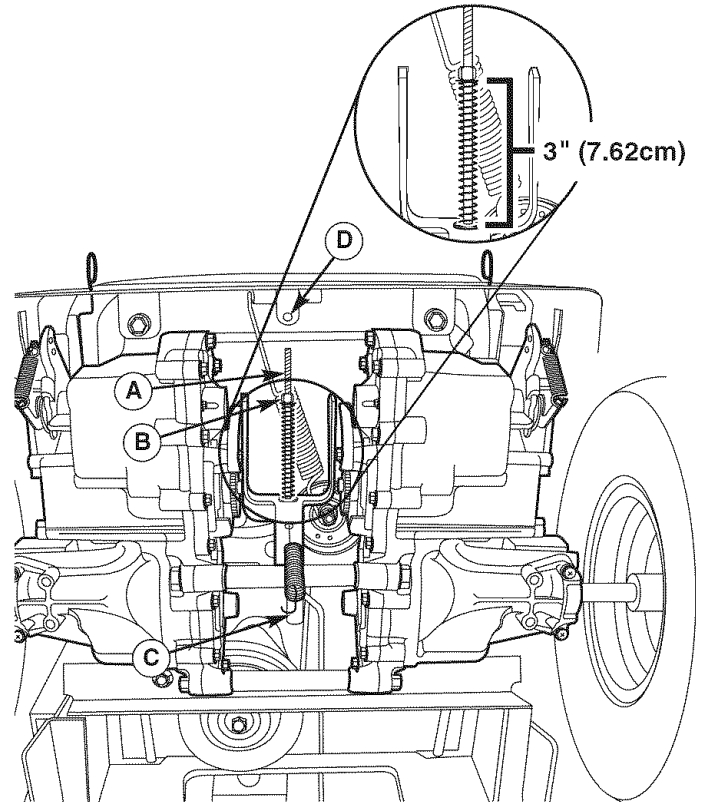

Figura 34. Ajuste del freno
2. Localice la varilla de freno (A, Figura 34) y la tuerca de ajuste (B).
3. Mida el resorte del freno de parada. La longitud de compresión, con las palancas de velocidad en suelo en la posición PARK (parado) deberá ser de 3" (7.62cm). Ajuste la longitud del resorte girando la tuerca de ajuste (B), de ser necesario.